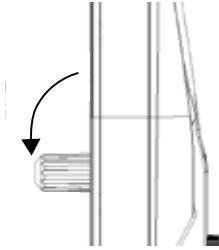

Abb.6
1. Kippen Sie die CO₂-Patronenhalterung, die sich im Deckel befindet um max. 90° nach unten und schrauben Sie das Gehäuse ab (Abb. 6).